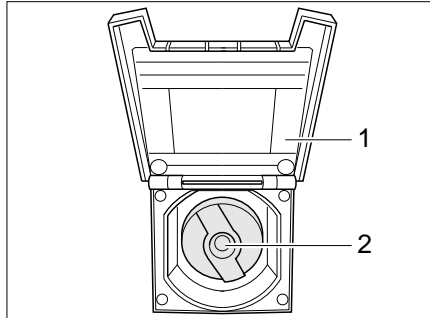

Bild 336 Verschlussdeckel für Trinkwasser-Einfüllstutzen
- Abdeckklappe (Bild 336,1) zum Trinkwasser-Einfüllstutzen öffnen. Der Deckel wird magnetisch an der Außenwand des Fahrzeugs gehalten.
- Schlüssel in Schließzylinder (Bild 336,2) stecken und eine viertel Umdrehung entgegen dem Uhrzeigersinn drehen.
- Trinkwasser-Einfüllstutzen (Bild 336) öffnen.